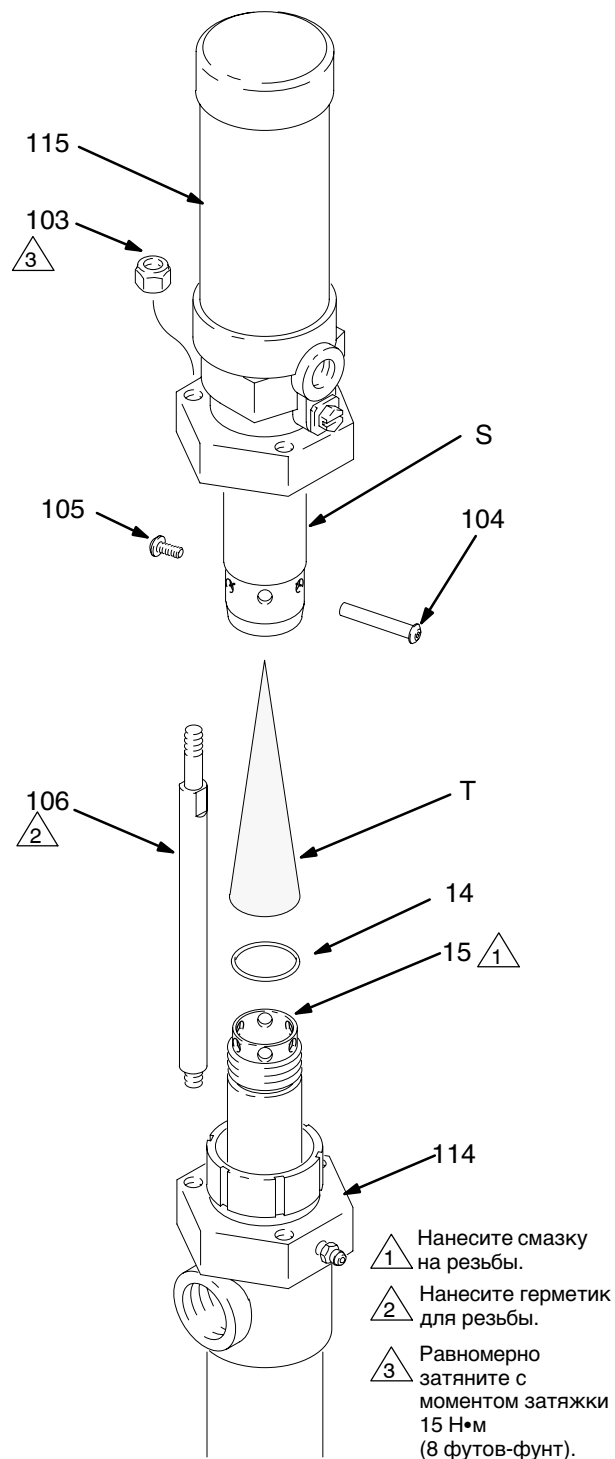

Рис. 7
3. См. Рис. 7. Открутите контргайки (103) на соединительной тяге.
4. Выкрутите и извлеките винт (105) и втулку (104).
5. Снимите пневматический двигатель (115) с поршневого насоса (114). Выкрутите шток поршня (15) из соединительной тяги пневматического двигателя (S).
1. При повторном подсоединении пневматического двигателя, нанесите на резьбовые части штока поршня (15) консистентную смазку на литевой основе. Проверьте, что уплотнительное кольцо (14) находится на своем месте на штоке.
2. Вставьте глушитель (T) в соединительную тягу пневматического двигателя (S), как показано на Рис. 7.
3. Затяните усилием руки шток поршня (15) в соединительной тяге пневматического двигателя, и установите втулку и комплект винтов (104 и 105).
4. Нанесите герметик для резьбы на резьбовые части соединительных тяг (106). Для обеспечения надлежащего выравнивания, накрутите сначала контргайки штоков (106) без затяжки на соединительные тяги, а затем равномерно затяните с моментом затяжки 15 Н•м (8 футов-фунт).
**ПРИМЕЧАНИЕ:** Снятие глушителя (T) увеличит как подачу насоса, так и создаваемый шум.